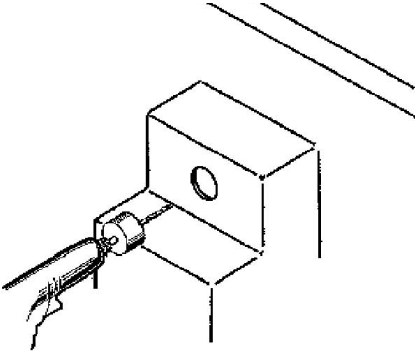

Fig. 3
2. Com a ajuda de uma broca, fazer um furo circular de 60 mm de diâmetro na parede do SPAS (Fig. 3).